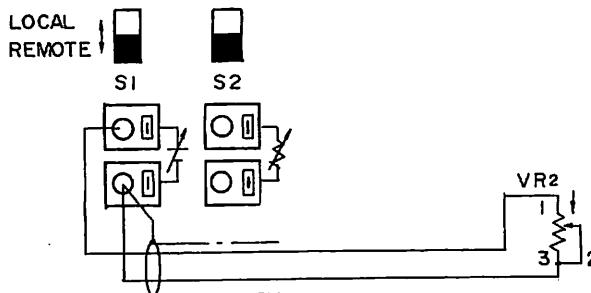

図11
2) 背面CV, REMOTEのS1, S2スイッチをREMOTEにセットし、図11のように外部抵抗器VR 2を接続します。